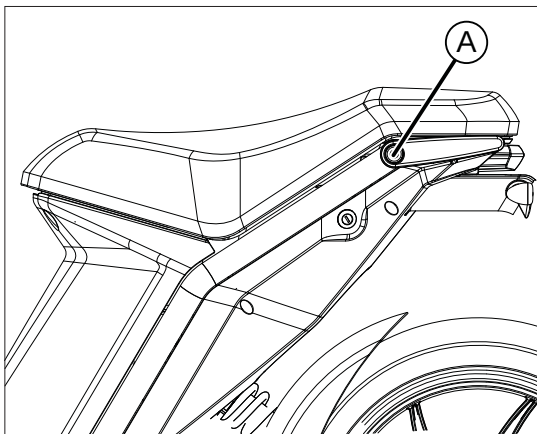

fig. 16
Para acceder al compartimento debajo del asiento fig. 16, proceda como sigue:
- introduzca la llave de encendido en la cerradura A fig 16 ubicada en el lado izquierdo del scooter.